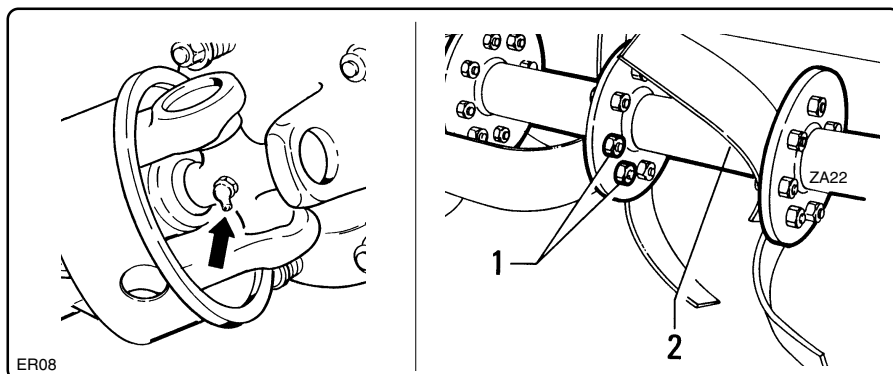

fig. 7.4.2
- Make sure that the driveline is in a perfect condition and grease the spiders (fig. 7.4.2).
- Check that the bolts "1" that lock the blades to rotor "2" (fig. 7.4.2) are well tightened.
- Verificare l'integrità dell'albero cardanico ed ingrassare le crociere (fig. 7.4.2).
- Controllare il serraggio dei bulloni "1" di bloccaggio lame al rotore "2" (fig. 7.4.2).